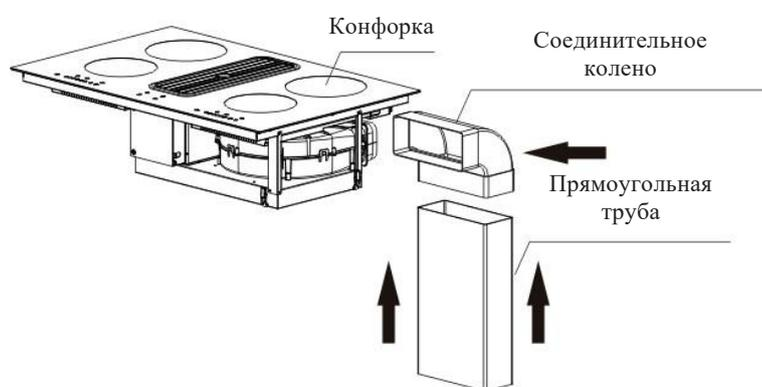

Рис.5
6. Наденьте соединительное колено под прямым углом на выпуск воздуха, а затем вставьте прямоугольную трубу в колено. Смотрите рис. 5.
6. Вставьте вентиляционный канал в отверстие корпуса шкафа и закрепите клеем для стекла, см. рис. 5.